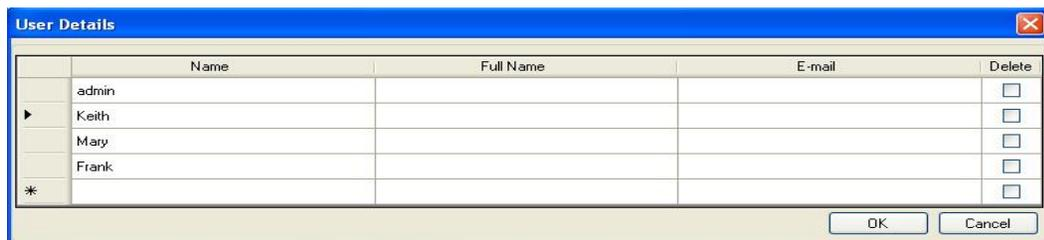

Рис. 17. Окно User Details программы диспетчера
3. Для добавления нового пользователя выберите **View > User Details (Вид > Информация о пользователе)** или щелкните на кнопке **Manage Users (Управлять пользователями)** под списком Users (Пользователи). В окне User Details (Информация о пользователе) (Рис. 17) введите новое имя пользователя в столбце Name. Можно ввести адрес электронной почты для возможности отправки электронных уведомлений.